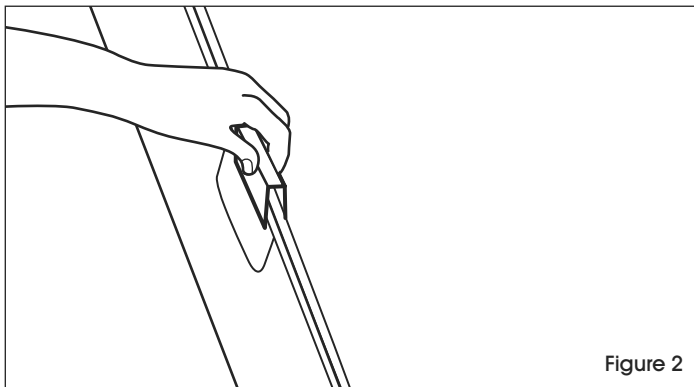

Figure 2
2. Place two workstations side by side. Position the connector over the top edges of the workstations. (See Figure 2)
3. Once the connector is positioned over the top edges of both workstations, hammer down the connector using a plastic or rubber mallet. (See Figures 2 and 3)
2. Placez deux stations de travail côte à côte. Placez le raccord sur les rebords supérieurs des stations de travail. (Voir Figure 2)
3. Lorsque le raccord est positionné sur les rebords supérieurs des stations de travail, enfoncez le raccord à l'aide d'un maillet en caoutchouc ou en plastique. (Voir Figures 2 et 3)